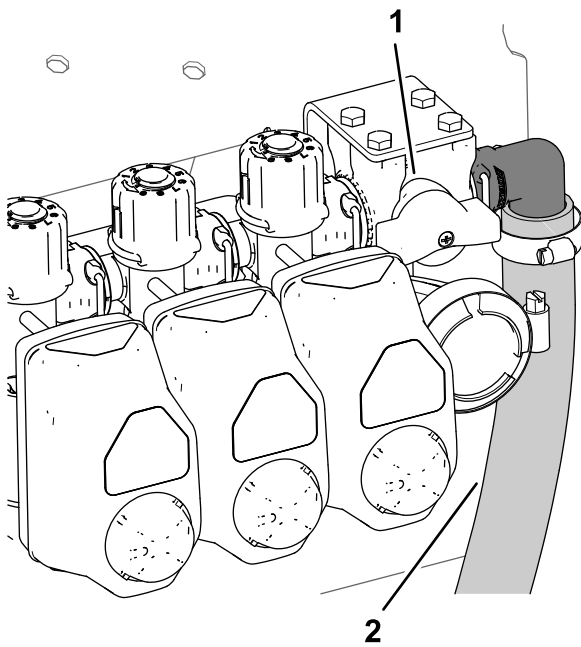
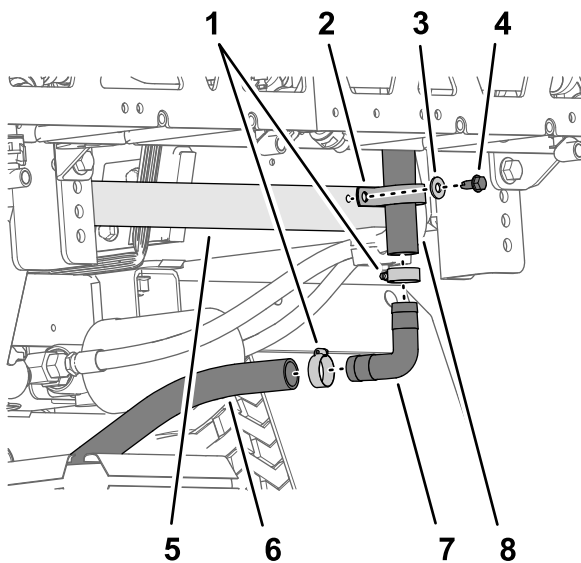

Figura 40
Figura 41
- Na extremidade inferior do tubo de distribuição superior, retire o parafuso de cabeça flangeada (5/16 x 3/4 pol.), a anilha (5/16 pol.) e o grampo em R que prende o tubo de distribuição superior à placa da sela traseira da máquina (Figura 40 e Figura 41).
- Retire as 2 braçadeiras de tubos que prendem o tubo de distribuição superior e o tubo de distribuição inferior à união estriada de 90° (Figura 41).